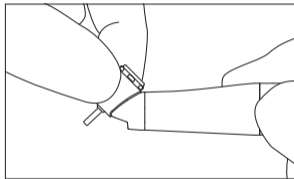

Abb. 5
- 5) Nachdem das Handstück zum Stillstand gekommen ist, berühren Sie bitte den Kopf des Handstücks um sich zu versichern, dass keine abnorme Erhitzung (Abb. 5) vorliegt.